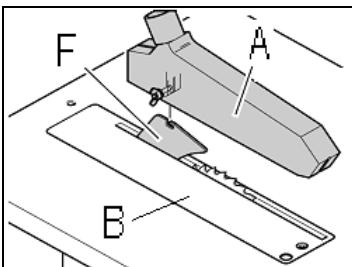

Рис. 16
Установите защитный кожух (A, Рис. 16) на расклинивающий нож (F) с помощью 1 болта, шайбы и гайки-барашка.